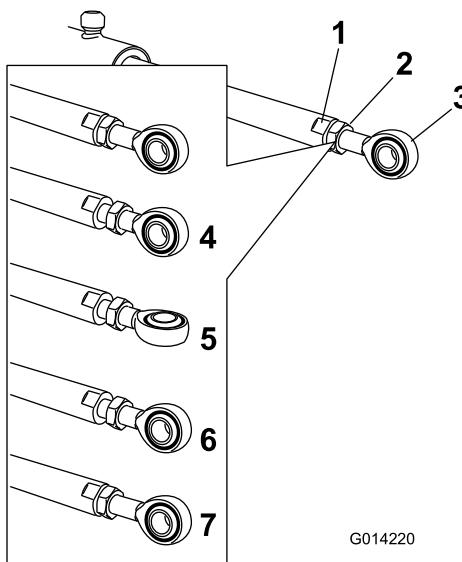

図 114
5. アクチュエータロッドの平らな部分にレンチを当ててロッドを保持しながらジャムナットをゆるめる図 114。
6. ロッド端部を回転させてアクチュエータを希望の位置に調整する図 114。